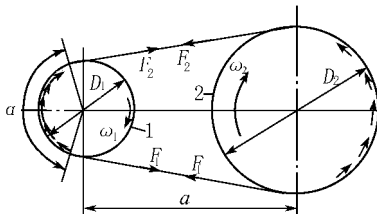

图 1-1
1. 原理:带传动由主动带轮、从动带轮和传动带及机架组成。利用带作为中间挠性件,依靠带与带轮接触面间产生摩擦力来传递运动和动力(见图 1-1)。